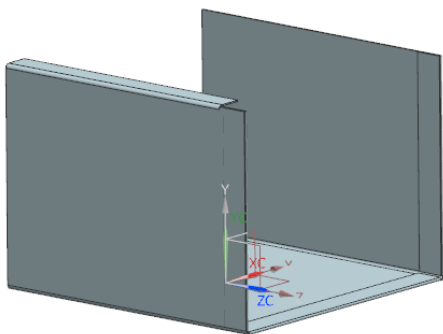

图 7-98 弯边 1 特征示意图
(3) 在“弯边”对话框中单击 **应用** 按钮创建弯边特征，如图 7-98 所示。